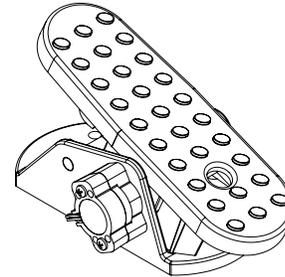

Figure 24. Pédale de contrôle de la vitesse de la lame
1. La pédale (Figure 24) contrôle uniquement la vitesse de la lame. La position de la pédale détermine la vitesse de la lame. La vitesse lente est obtenue en appuyant légèrement sur la pédale, la vitesse maximale de la lame est obtenue en appuyant à fond sur la pédale.